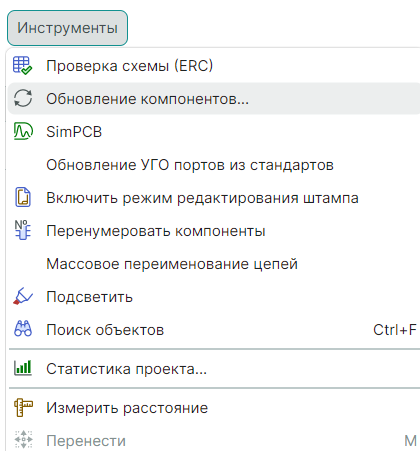

Рис. 290 Синхронизация через запуск обновления компонентов
2. Запустите обновление компонентов, меню «Инструменты» → «Обновление компонентов...», см. Рис. 290.